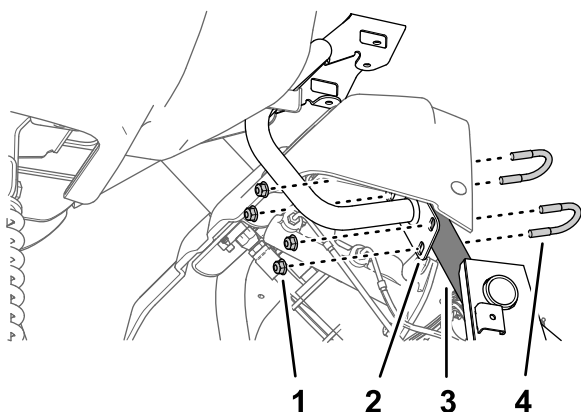

Figura 171
3. Monte la placa del soporte del monitor en el tubo del chasis de la máquina (Figura 171) con las 2 abrazaderas y las 4 tuercas con arandela prensada (5/16").